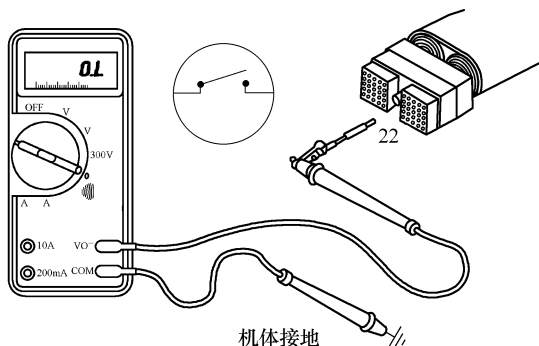

图 5-170 测量触针 22 与接地间的电阻
② 将制动选择开关放在 1 号位置, 将发动机排气制动开关断开, 测量 ECM 插头触针 22 与机体间的电阻(图 5-170), 应大于 $100\text{k}\Omega$ 。如果电路不是开路, 说明存在短路。